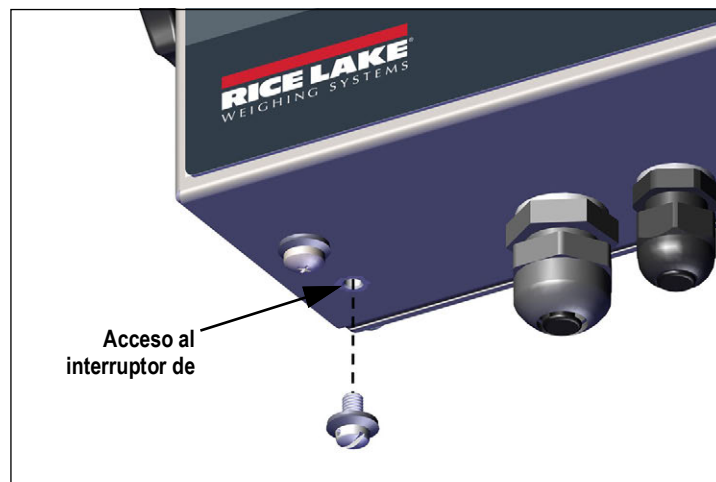

Figura 4-1. Acceso al interruptor de configuración
1. Presione el interruptor de configuración para acceder al modo de configuración (Figura 4-1 en la página 32). Se muestra **CONF, t.**